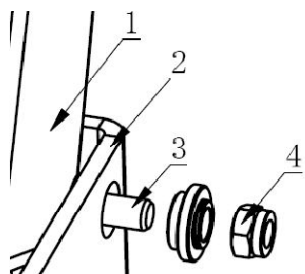

Рис. 8-4
1. Установите колонну (рис. 8-4, поз.1) в седло на корпусе станка (рис. 8-4, поз.2). Сторона колонны с наклейками должна быть спереди.
2. Совместите проушины седла с пальцем поворота колонны (рис. 8-4, поз.3) и используйте гайки (рис. 8-4, поз.4), чтобы зафиксировать палец с обеих сторон.